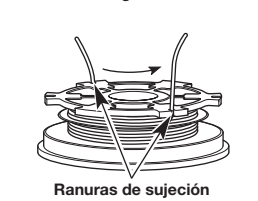

Fig. 18
4. Inserte las dos secciones de 6 pulgadas en las dos ranuras de sujeción de 0.095 (Fig. 18).